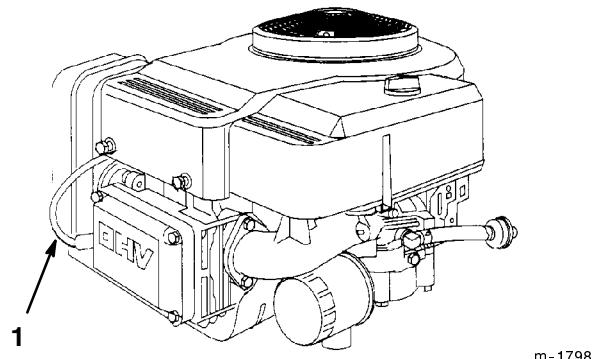

Figure 27
3. Débranchez le fil de la bougie (Fig. 27). Nettoyez la surface autour de la bougie pour éviter que des impuretés endommagent le moteur en tombant à l'intérieur.
3. Reconnectez le fil à la bougie (Fig. 27).